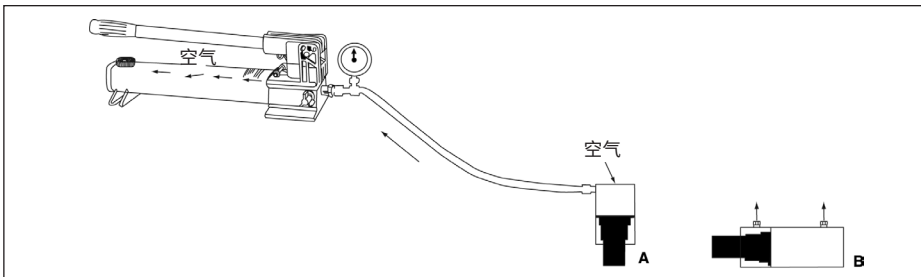

图9
排除液压系统的空气可帮助液压缸顺畅伸出和缩回（参见图 9）。
3. 将油缸水平放置，端口朝上。参见图 9。